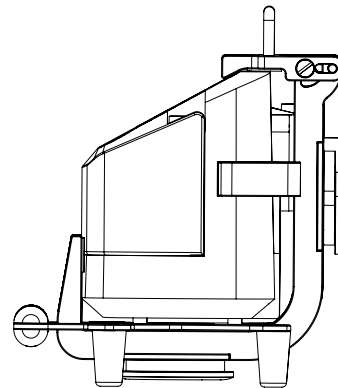

Figure 7: Fermeture et verrouillage du support de fixation
3. Basculer le dessus du support de fixation par dessus l'appareil médical, puis appuyer jusqu'à ce qu'il se verrouille et soit sécurisé (Figure 7).